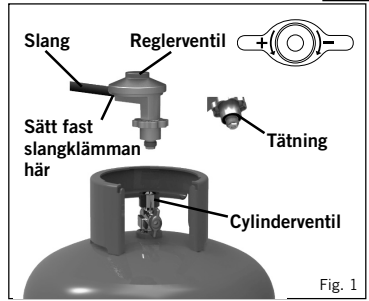

Fig. 1
- När du ska byta ut en gasbehållare, stäng cylinderventilen och sedan apparatventilen (se Fig. 1 och 2). Se efter att lågan har slocknat och skruva sedan av reglerventilen. Sätt på en full gascylinder med iakttagande av samma försiktighetsmått som ovan beskrivits.